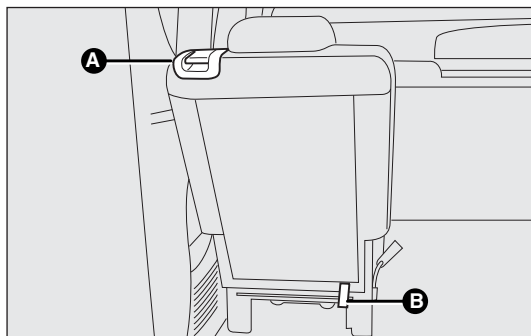

fig. 26c
- ☐ levante la palanca A-fig. 26c de sujeción del respaldo y abátalo hacia delante. El levantamiento de la palanca se confirma con una banda roja;
- ☐ tire de la cinta B-fig. 26c situada detrás de los respaldos de los asientos y abata hacia delante los asientos y los respaldos.
- ☐ levante la palanca A-fig. 26c de sujeción del respaldo y abátalo hacia delante. El levantamiento de la palanca se confirma con una banda roja ;
- ☐ tire de la cinta B-fig. 26c situada detrás de los respaldos de los asientos y abata hacia delante los asientos y los respaldos;
ADVERTENCIA Asegúrese de que el asiento esté bien fijado a las fijaciones del piso y que la palanca A-fig. 26c esté cerrada (“banda roja” no visible).